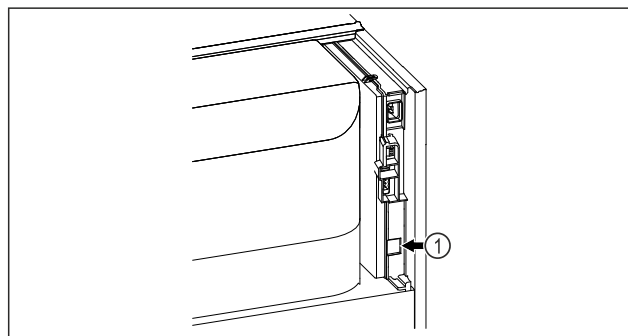

Fig. 134
- SmartModule Fig. 134 (1) on asennettu.